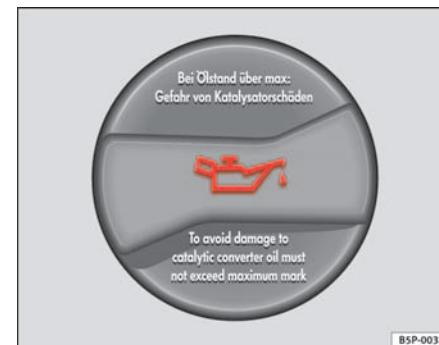

Fig. 121 Tapón de la boca de llenado de aceite del motor en el vano motor
- Desenrosque el tapón de la boca de llenado de aceite del motor ⇒ fig. 121.